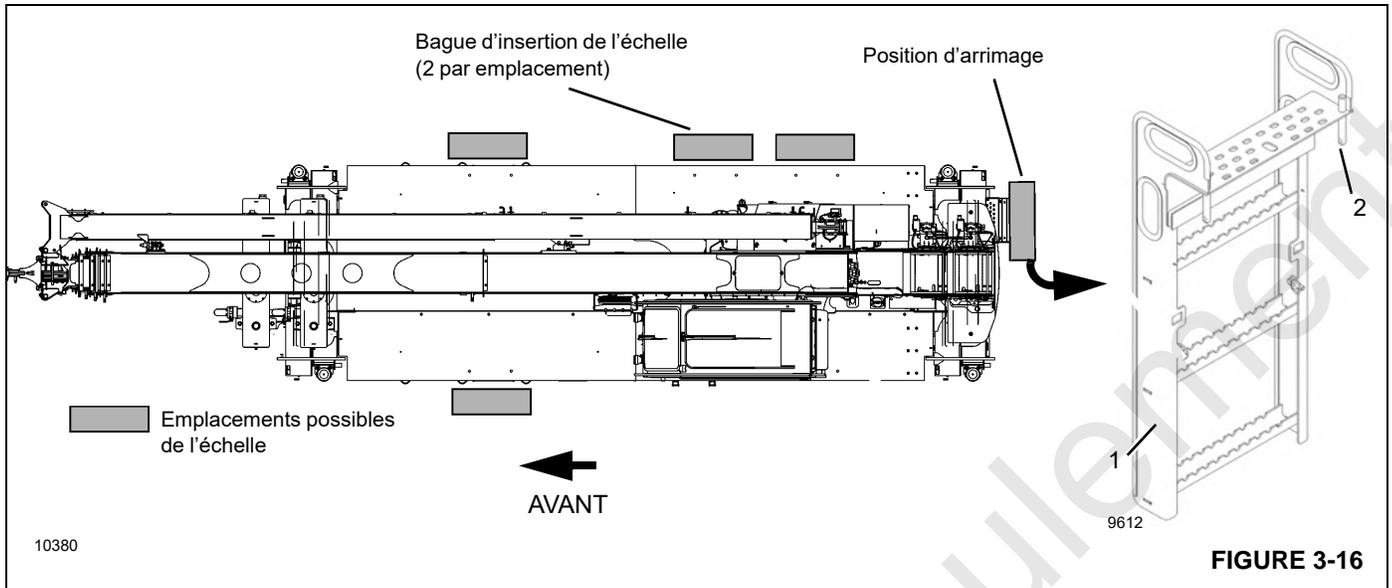
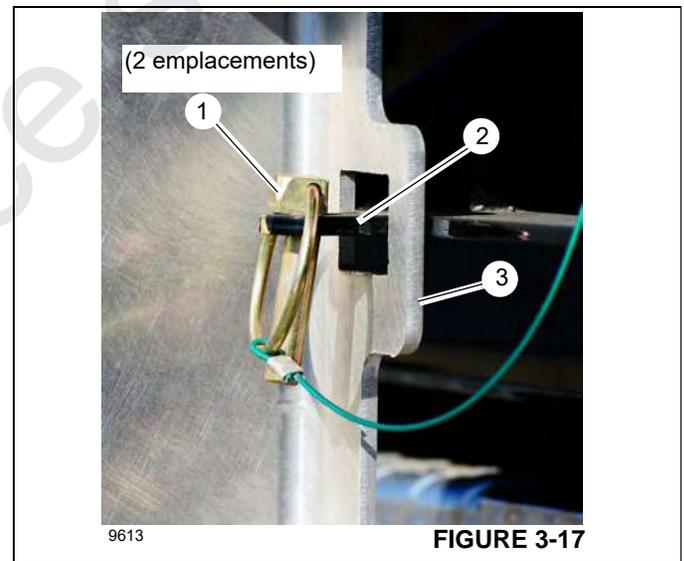

FIGURE 3-16
FIGURE 3-17
Utiliser l'échelle mobile (1, Figure 3-16) arrimée au pare-chocs arrière droit (passager) pour accéder aux différentes zones du tablier. En position d'arrimage, utiliser l'échelle pour accéder à l'arrière de la grue ainsi qu'au réservoir hydraulique et à la zone du treuil de la superstructure.
L'échelle mobile (1) peut également être utilisée pour accéder à différents emplacements du tablier par les côtés droit et gauche de la grue. La Figure 3-16 illustre les emplacements possibles. L'échelle doit être arrimée et fixée au pare-chocs arrière avec des esses avant le transport.
1. Retirer les esses (1, Figure 3-17) des supports (2).
2. À l'aide des poignées, soulever l'échelle de façon à retirer ses axes (2, Figure 3-16) des trous du pare-chocs arrière.
1. Sélectionner l'emplacement d'installation de l'échelle. Voir la Figure 3-16 pour les emplacements.
Pour arrimer l'échelle (1, Figure 3-16) à l'emplacement d'arrimage du pare-chocs arrière pour le transport :
1. Lever et retirer les axes (2, Figure 3-16) de l'échelle des bagues du tablier.
2. Soulever l'échelle et installer ses axes (2) dans les bagues situées sur le dessus du pare-chocs arrière.
3. Installer les esses (1, Figure 3-17) dans les supports (2) pour fixer l'échelle (3) au pare-chocs arrière.